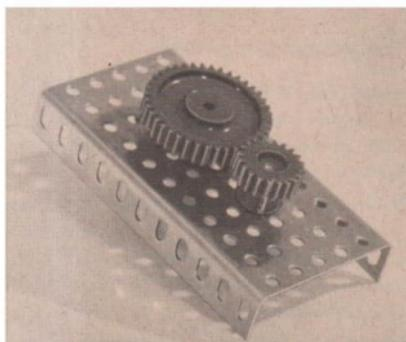

Bild 70/3 Zahnräder
- 1. Betrachte das Bild 70/3! Das große Zahnrad hat die doppelte Anzahl von Zähnen wie das kleine Zahnrad. Wie lautet das Übersetzungsverhältnis, wenn das große Rad Antriebsrad ist? Wie lautet das Übersetzungsverhältnis, wenn das kleine Rad Antriebsrad ist?